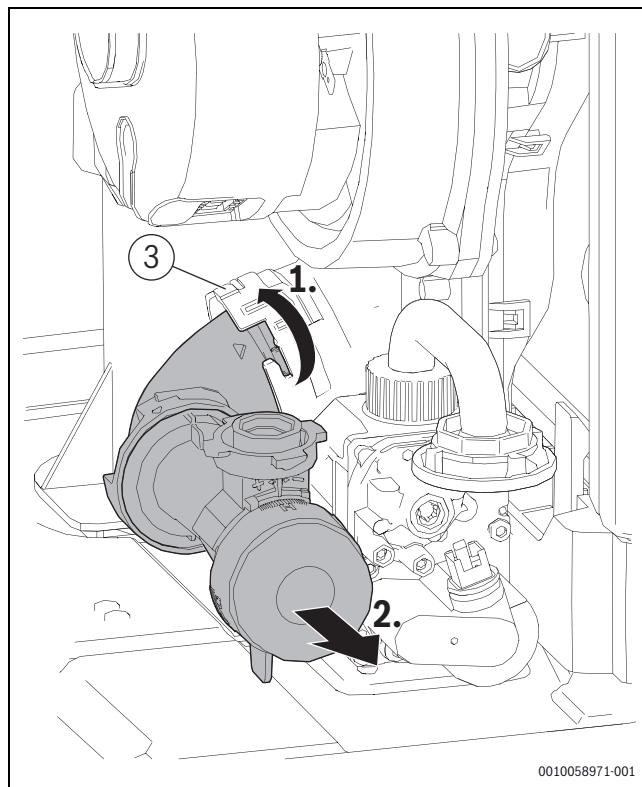

Bild 88 Einstelldüse ausbauen
- ▶ Einstelldüse wieder am Venturirohr [3] befestigen (→ Bild 88, Seite 67).